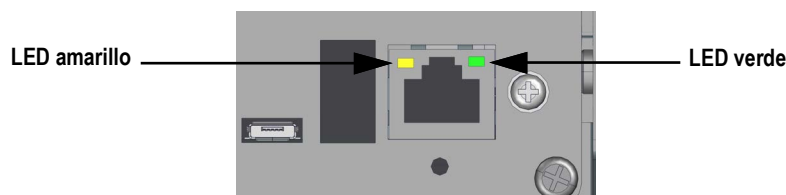

Figura 2-23. Conector de Ethernet RJ45 – Alojamiento para panel
**NOTA:** Para RS-232, los cuatro interruptores de SW3, consulte la Figura 2-23 en la página 34, deben estar en la posición OFF. Para RS-485/RS-422, los cuatro interruptores de SW3 deben estar en la posición ON.